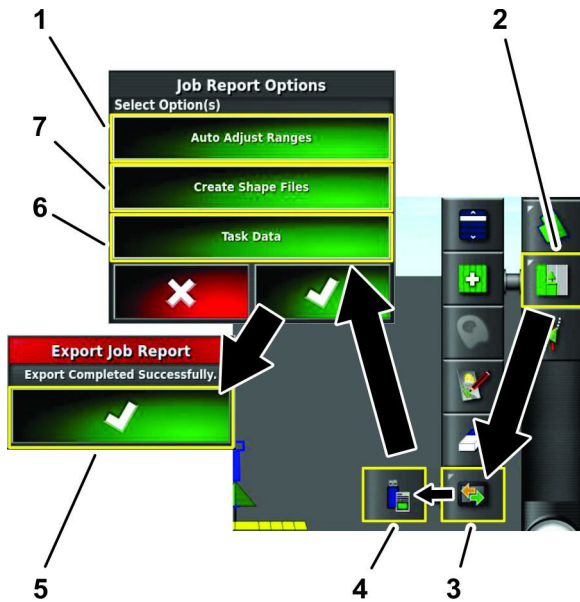

Bild 27
1. Tippen Sie auf das Symbol Jobmenü (Bild 27).
2. Tippen Sie auf das Symbol für das Menü Datenaustausch (Bild 27).
3. Tippen Sie auf das Symbol Jobbericht zu USB exportieren (Bild 27).
5. Im Dialogfenster Optionen Jobberichte, das Bestätigen-Symbol (Bild 27) drücken.
6. Im Dialogfenster Jobberichte exportieren, das Bestätigen-Symbol (Bild 27).